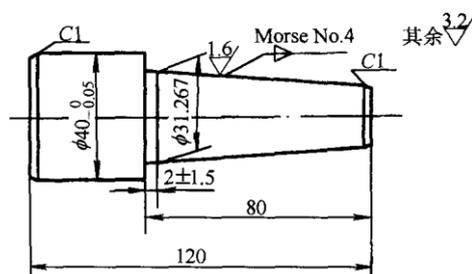

图 c-49 转动小滑板法车 4 号莫氏锥体
2. 用转动小滑板法车 4 号莫氏锥体 (图 c-49) 加工步骤: